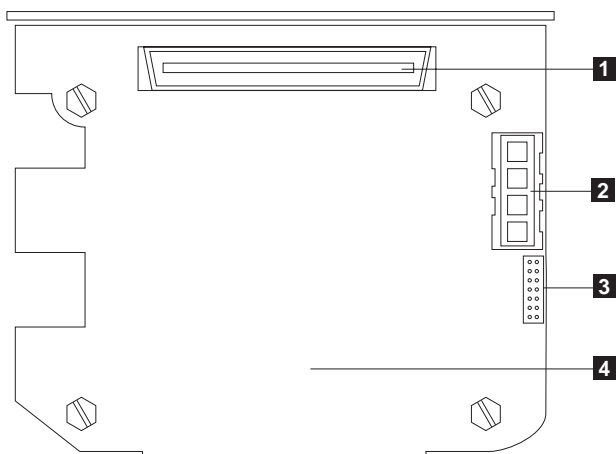

Figura 61. Painel traseiro SCSI da Expansão 3-Pack
- 2) Conecte uma extremidade do cabo ao conector de cabo SCSI no novo painel traseiro SCSI da Expansão 3-Pack, que é mostrado na Figura 61. (Isso mostra os conectores traseiros, no painel traseiro SCSI da Expansão 3-Pack, exatamente como são vistos da parte de trás do mecanismo.)
- 2) Conecte uma extremidade do cabo ao conector de cabo SCSI no novo painel traseiro SCSI da Expansão 3-Pack, que é mostrado na Figura 61. (Isso mostra os conectores traseiros, no painel traseiro
- 2) Conecte uma extremidade do cabo ao conector de cabo SCSI no novo painel traseiro SCSI da Expansão 3-Pack, que é mostrado na Figura 61 na página 84. (Isso mostra os conectores traseiros, no painel traseiro SCSI da Expansão 3-Pack, exatamente como são vistos da parte de trás do mecanismo.)
- 2) Conecte esse cabo ao conector do cabo de alimentação SCSI no novo painel traseiro da Expansão 3-Pack (consulte a Figura 61 na página 84 para ver a localização do conector).